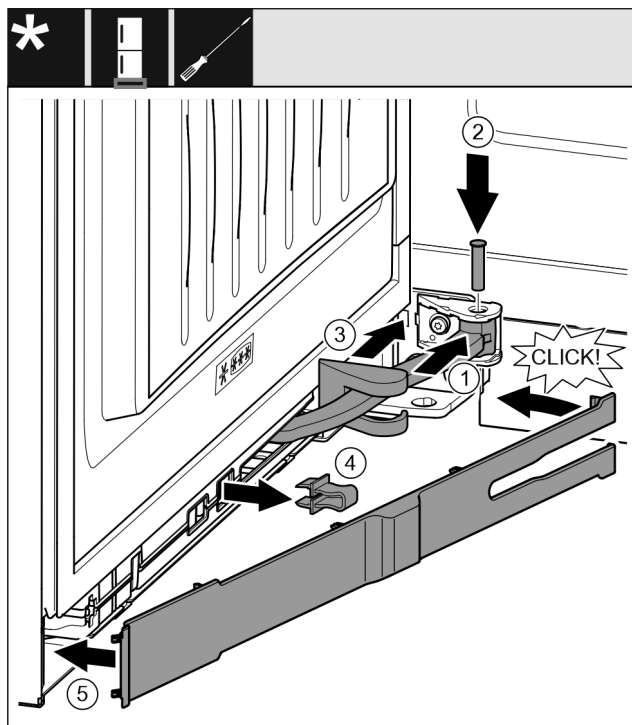

Fig. 47
- ▶ Dreier leddet inn i hengselet. *Fig. 47 (1)*
- ▶ Sett inn bolten i hengselet og leddet med en skrutrekker T15. Pass samtidig på at låsebolten sitter korrekt i mutteren. *Fig. 47 (2)*
- ▶ Skyv lagerbukkdekselet langs leddet og monter det over hengselet. *Fig. 47 (3)*
- ▶ Ta ut sikringen. Fig. 47 (4)
- ▶ Sett dekselet på håndtakssiden, og sving det inn. Fig. 47 (5)